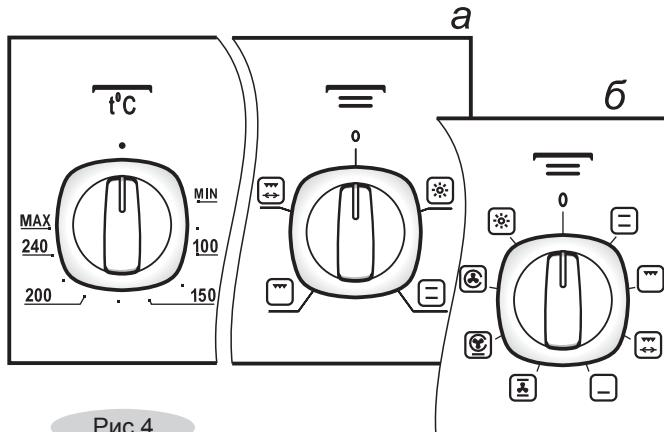

Рис.4
- ручкой режимов работы устанавливается необходимая функция (в зависимости от модели может быть вариант **a** или **b** (рис. 4));
- ручкой терморегулятора (рис. 4) задается температура нагрева духовки, которая поддерживается автоматически.